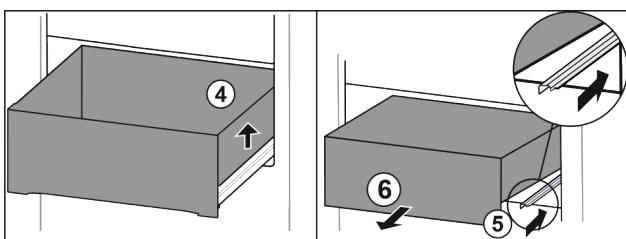

Fig. 90
- ▶ 抬起抽屉右侧。Fig. 90 (4)
- ▶ 推入右侧轨道。Fig. 90 (5)
- ▶ 朝前取出抽屉。Fig. 90 (6)